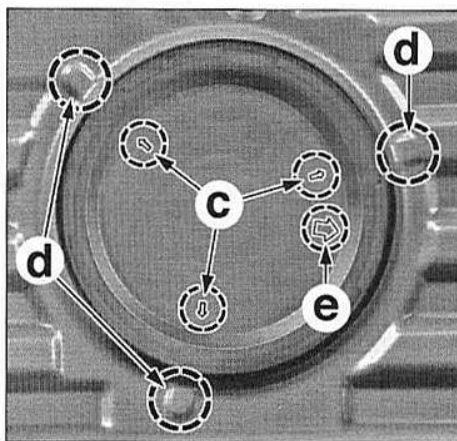

FIG.34
- Reposer la trappe d'accès (1) en veillant à ce que les flèches (c) soient en face des marquages (d) sur la caisse (Fig.34).